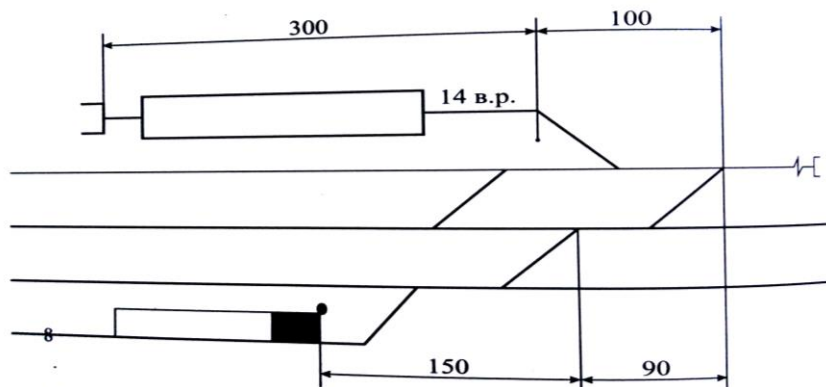

Рис. 2.1. Схема расчета времени на маневры (для вариантов 2,4,6,8,10)
1. Определить по рис. 2.1 и 2.2 время на перестановку группы вагонов с 8 ж/д пути на 14 вагоноремонтный (исходные данные принять из табл. 2.1).
3. Схема для расчета времени на маневры для вариантов 2, 4, 6, 8, 10 (рис. 2.1).
1.1. Вычертить схему по варианту (рис. 2.1 или 2.2).